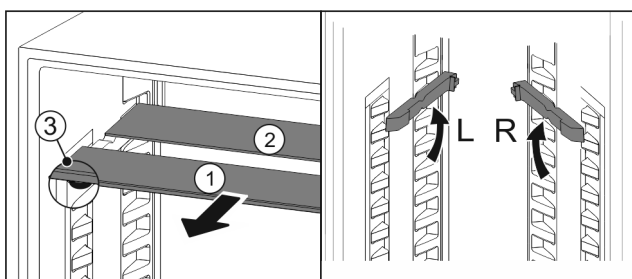

Fig. 115
- ▶ Skleněné desky jednotlivě vytáhněte dopředu Fig. 115 (1).
- ▶ Skleněná deska Fig. 115 (1) s ozdobnou lištou leží vpředu.
- ▶ Zarážky Fig. 115 (3) směřují dolů.